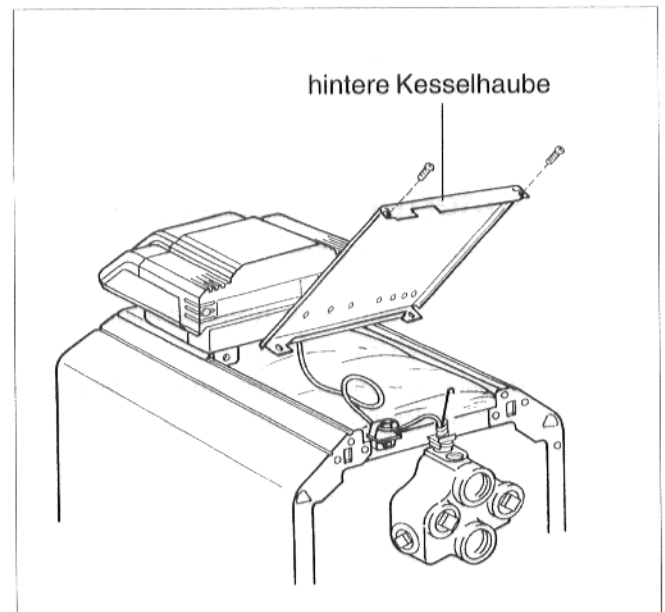

Abb. 32
- Hintere Kesselhaube mit den Laschen unter die vordere Kesselhaube schieben und hinten nach unten drücken (Abb. 32).